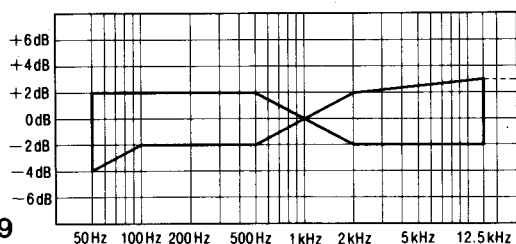
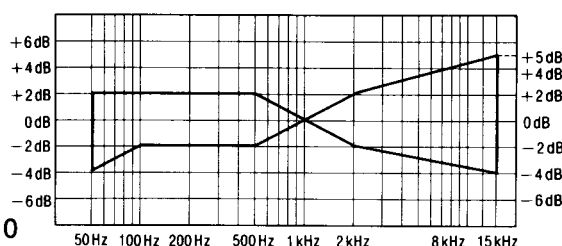

Fig. 9
Fig. 10
4. Reproducir la señal grabada en el paso 3 y comprobar que el nivel de cada frecuencia de salida esté dentro de la gama mostrada en la Fig. 9 en comparación con la frecuencia de referencia (1kHz).
5. Si no está dentro de la gama estandar, ajustar la corriente de polarización mediante la CINTA ①: RV101 (CH-I) {RV102 (CH-D)} y la CINTA ②: RV103 (CH-I) {RV104 (CH-D)} de manera que el nivel de frecuencia esté dentro del estandar.
6. Después de eso, incrementar la señal grabada en la cinta virgen CrO₂ (QZZCRX) y la cinta virgen metálica (QZZCRZ) hasta 15kHz y ajustar de la misma manera como mencionado arriba y comprobar que el nivel de frecuencia esté dentro de la gama mostrada en la Fig. 10.